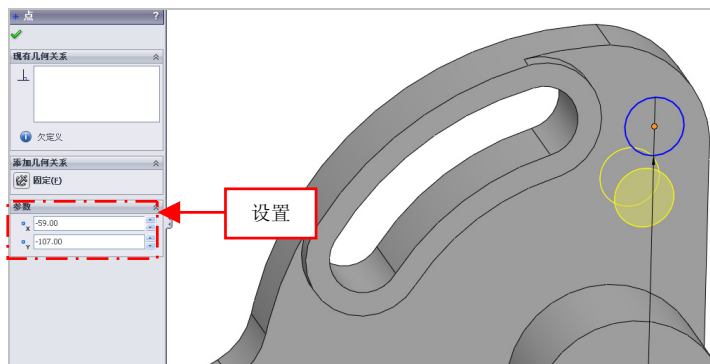

图 14-48 设置参数值
(5) 进入草图 6 编辑环境, 选择圆对象, 设置圆心点的位置分别为 -59、-107, 如图 14-48 所示。